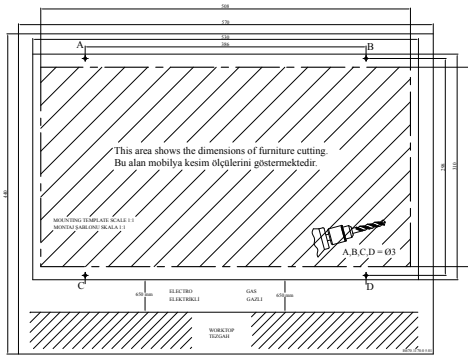

Fig. 1
- Perfore los agujeros A, B, C y D indicados en el esquema de instalación utilizando una broca Ø4 mm. (Fig. 1)